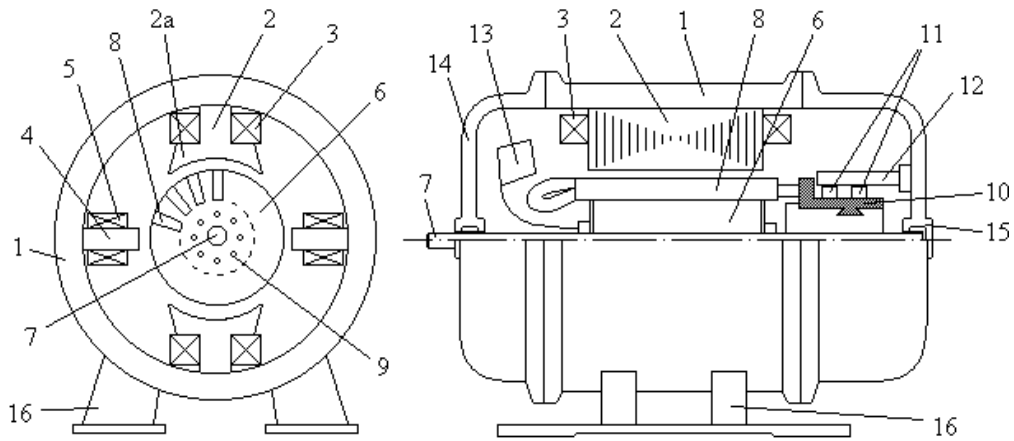

Рисунок 1
5. На рис.1 схематично зображена машина постійного струму. Цифрами позначені наступні елементи якоря: